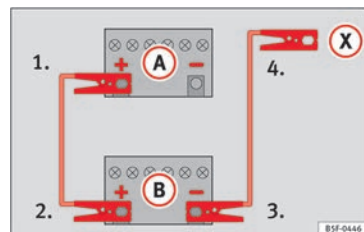

Fig. 75 Schéma de branchement pour les véhicules non équipés du système Start-Stop.
2. Raccordez une extrémité du câble de démarrage *rouge* au pôle positif (+) du véhicule dont la batterie est déchargée (A) » fig. 75.
3. Raccordez l'autre extrémité du câble de démarrage *rouge* à la borne positive (+) du véhicule fournissant le courant (B).
4. *Sur les véhicules sans système Start-Stop* : raccordez une extrémité du câble d'urgence *noir* à la borne négative (-) du véhicule fournissant le courant (B) » fig. 75.